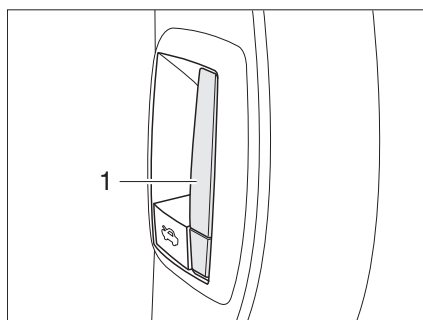

Fig. 25 Palanca de desbloqueo del capó del motor, en el interior
- Tirar de la palanca (Fig. 25,1) en el salpicadero, en el lado izquierdo del vehículo. El capó del motor abre hasta el tope del gancho de retención.